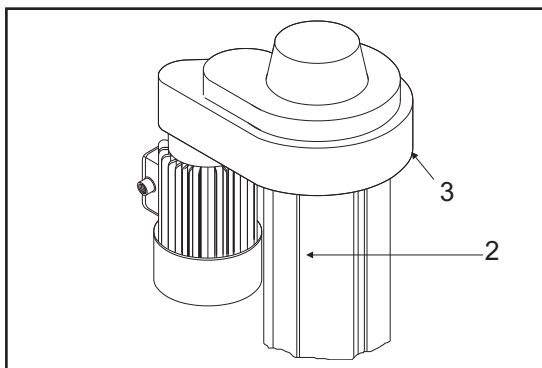

Fig.10 Abb.10
- in caso di extra corsa della parte mobile sono previsti un finecorsa elettrico (2) ed una piastra in acciaio (3) di blocco sulla parte superiore delle colonne (fig.10).
- to prevent overrun of the mobile part, an electric limit switch (2) and a steel plate stop (3) are envisaged for the upper part of the post (fig.10).
- un contact de fin de course (2) et une plaque d'arrêt en acier au sommet de la colonne (3) interviennent en cas de dépassement de course de la partie mobile (fig. 10).
- bei einem Extralauf des beweglichen Teiles greift ein elektrischer Endschalter (2) und eine Sperr-Stahlplatte (3) am Säulenoberteil ein (Abb. 10).
- om overschrijding van het mobiele deel te voorkomen zijn een elektrische begrenzerschakelaar (2) en een stalen aanslagplaat (3) op het bovenste deel van de zuil aangebracht (fig. 10).